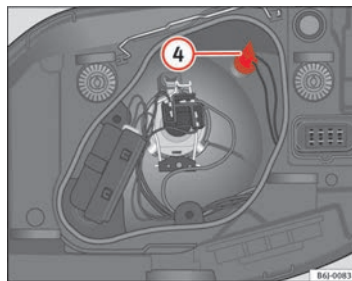

Fig. 141 Luci di posizione
- Estrarre il portalampane ④ ⇒ pag. 227, fig. 141 verso l'esterno.